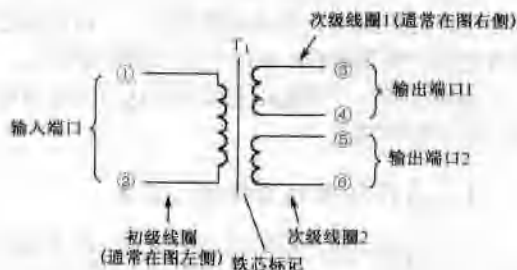

图 1.3 变压器电路符号举例
(1) 电子元器件的电路符号中含有不少电路分析中所需要的识图信息，最基本的识图信息是通过电路符号了解该元器件有几根引脚，如果引脚有正、负极性之分，在电路符号中也会有各种表达方式。
举例说明，如图 1.3 所示是一种变压器的电路符号，从电路符号中可以知道这一变压器有 6 根引脚，电路符号还进一步表明了这 6 根引脚的具体作用：①~②脚之间是初级线圈，③~④脚之间是一组次级线圈，⑤~⑥脚之间是另一组次级线圈。